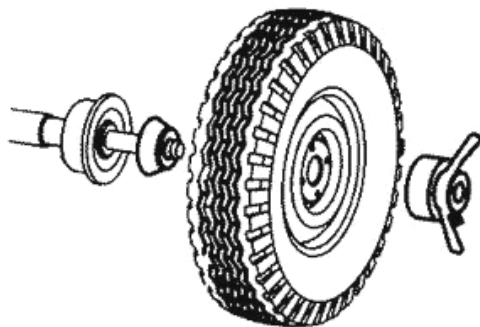

Рисунок 6.20
6.7.1 Очистить колесо от грязи, установить на вал (рисунок 6.20)